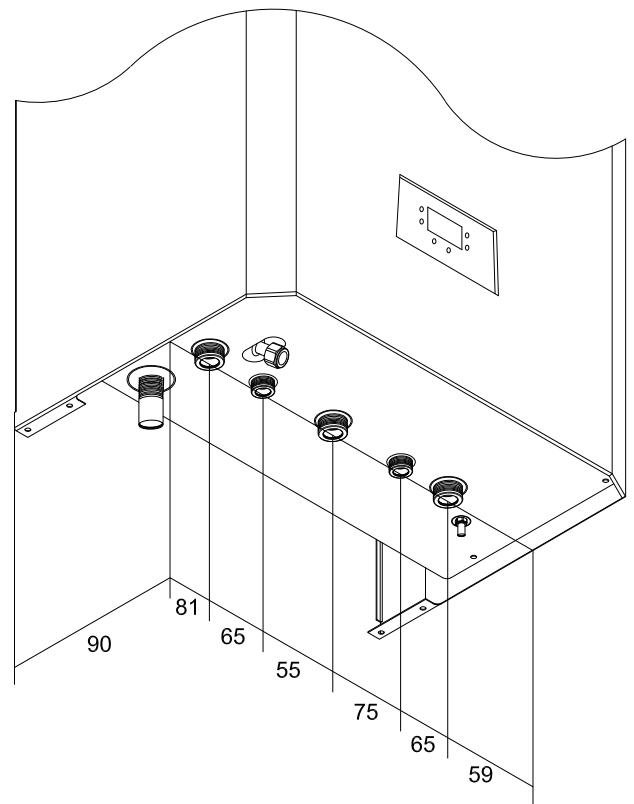

Fig. 30
- As dimensões e posições do tubo estão marcadas no modelo fornecido (fig. 30).